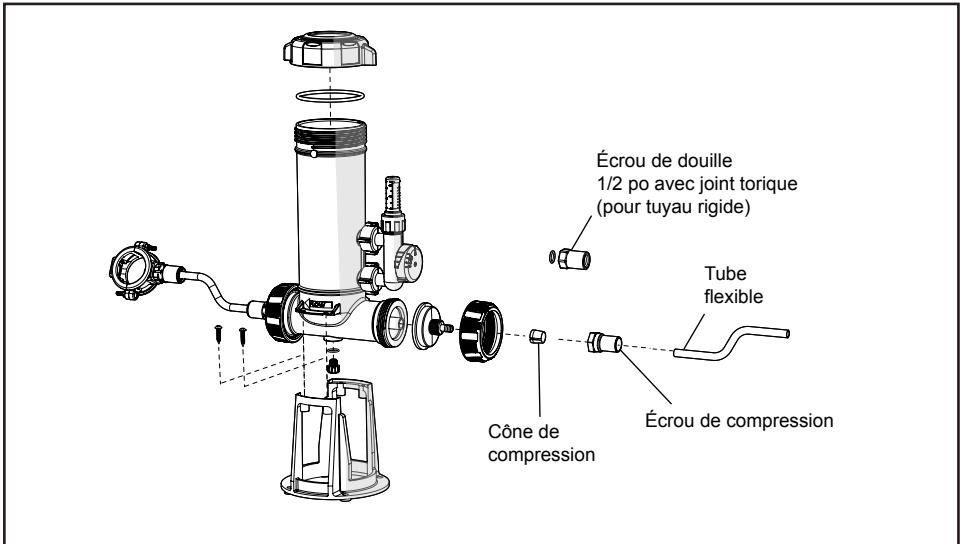

Figure 6. Connexion entre la quincaillerie et le système d'alimentation
- Attacher la conduite d'entrée et de sortie au système d'alimentation en installant l'écrou de compression et le cône sur le tube. Enfoncer le tube dans le bout conique de l'entrée. Serrer l'écrou fermement à la main (Figure 6).